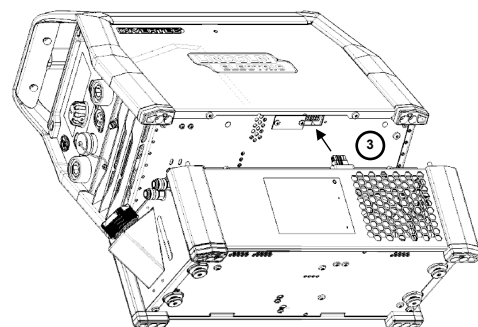

Abbildung 2
3. Stellen Sie die Stromquelle auf den Kühler und kippen Sie sie leicht, um den Stecker des Kühlers mit der Stromquelle zu verbinden (Abbildung 2).